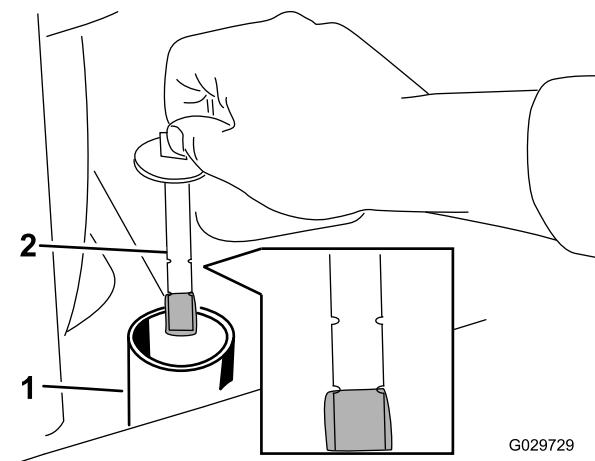

Рисунок 59
- Снимите крышку гидравлического бака и извлеките погружной шуп (Рисунок 59).